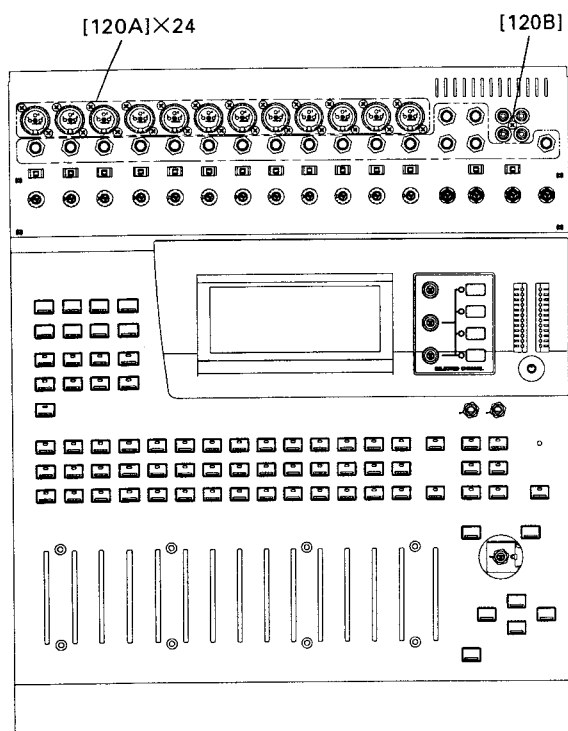

Fig.10 (図10)
- 6-3 Remove the twenty-four (24) DIN socket screws marked [120A], the screw marked [120B] and the seventeen (17) hexagonal nuts marked [B]. (Fig. 10)
- 6-3 コントロールパネル表側の DIN ソケットの [120A] のネジ 24 本、2TR の [120B] のネジ 1 本、[B] のジャックソケットの六角ナット 17 個を外します。(図 10)